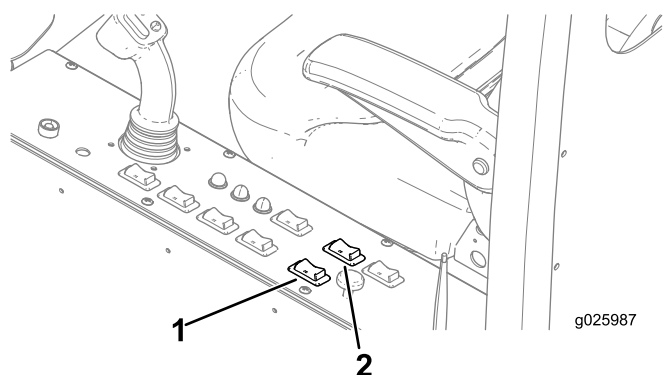

Рисунок 93
перемещения кабины и держите его в этом положении до останова кабины (Рисунок 93).
2. Для поворота кабины в требуемое положение бурения отведите назад кулисный переключатель поворота (Рисунок 93).
1. Для поворота кабины в транспортное положение переведите вперед кулисный переключатель поворота кабины и держите его в этом положении до останова кабины (Рисунок 93).
2. Для перемещения кабины в транспортное положение переведите вперед кулисный переключатель перемещения кабины и держите его в этом положении до останова кабины (Рисунок 93).